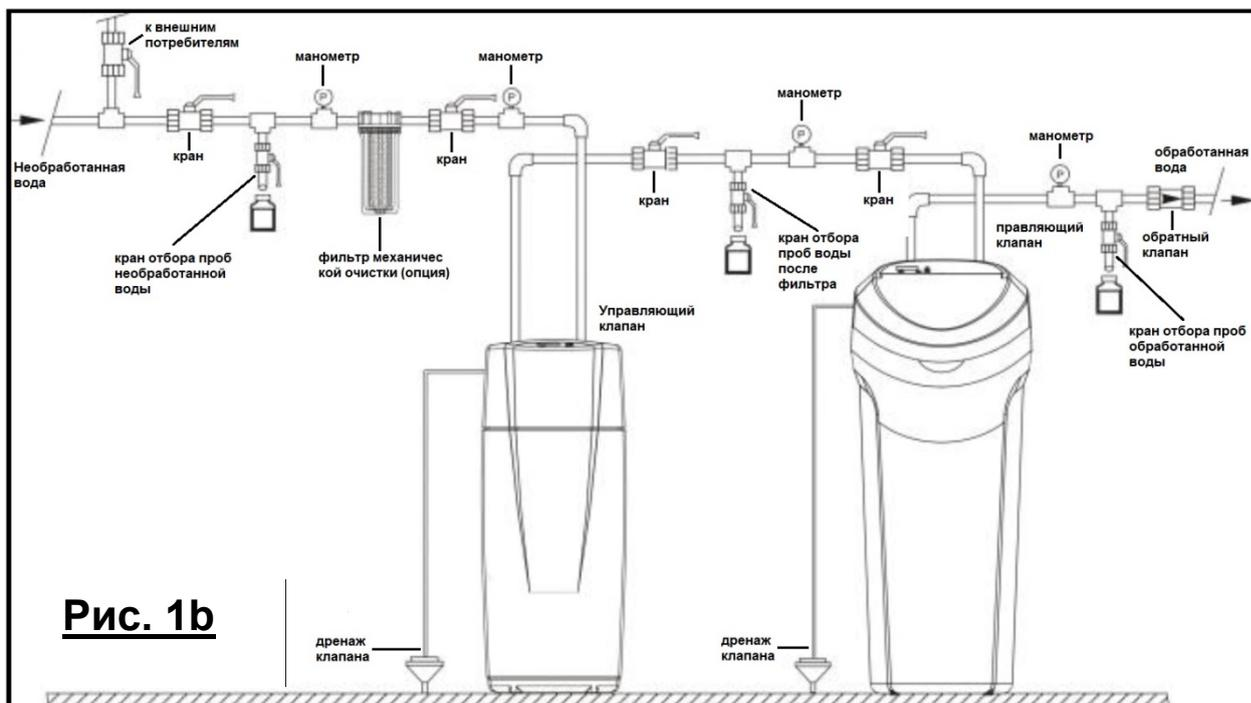

Рис. 1b
- При использовании умягчителя, фильтр AQUACARBON нужно установить между умягчителем и магистралью домашнего водоснабжения (Рис. 1b).